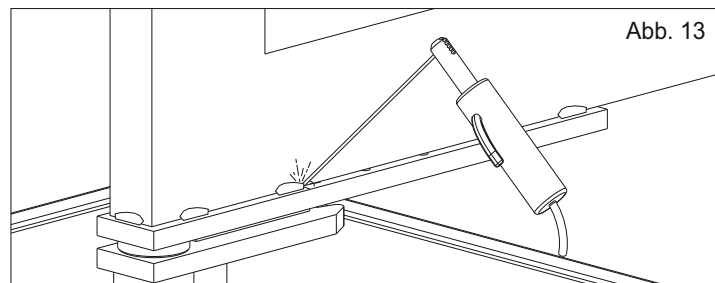

Abb. 13
3.2. Den Flügelsatz an den Torflügel anschweißen, eine 3-4 cm lange Schweißnaht längs der Kontaktoberfläche herstellen, darauf achten, dass keine Schweißung in der Nähe der Bohrungen vorgenommen wird und, dass das Lot der Rotationsachse respektiert wird (Abb. 13).